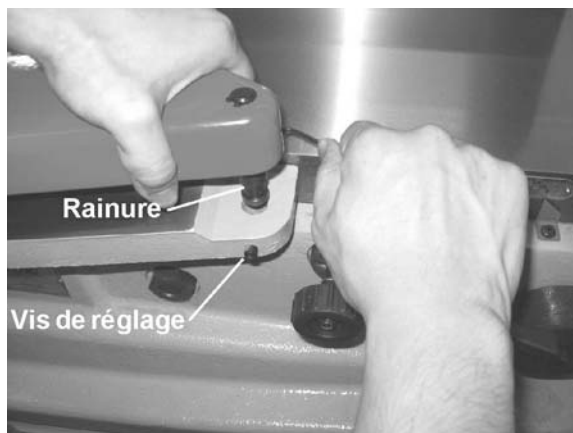

Figure 6
3. Abaissez l'arbre de la protection dans le trou sur le rebord de refeuillement de la dresseuse. Voir Figure 6. Abaissez la protection assez loin dans le trou afin que la rainure de l'arbre de la protection adhère à celui du manche de verrouillage (Figure 6).
5. Serrez totalement la vis de réglage (Figure 6), tout en continuant à maintenir la clé hexagonale et la broche de votre main droite.
6. Lorsque la protection est en sécurité, sortez la clé hexagonale de la broche. Desserrez légèrement la vis de réglage (Figure 6) jusqu'à ce que la broche retourne contre le rebord de refeuillement.
7. Resserrez la vis de réglage (Figure 6).